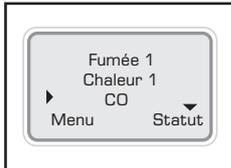

Fig. 47
- Un stimuli pour un Essai Simultané est programmé en déplaçant le curseur sur l'essai voulu à l'aide des touches flèche 'vers le haut' et flèche 'vers le bas'  du clavier, et ensuite en appuyant sur la touche 'Entrer'  pour sélectionner cet essai (Fig. 46). Il apparaîtra avec à côté un numéro de désignation sur l'écran LCD. Après le premier (qui sera désigné '1'), sélectionnez de la même manière le second stimuli et appuyez sur la touche 'Entrer'  une seconde fois et son numéro de désignation deviendra aussi '1'. Ajoutez le troisième stimuli de la même manière si nécessaire en appuyant à nouveau sur la touche 'Entrer'  jusqu'à ce que '1' soit affiché à côté de ce stimuli. A la fin, tous les stimuli requis devront avoir à côté d'eux désignation '1'. Le voyant LED 'Type d'essai' s'allumera en alternant les couleurs en fonction des stimuli choisis (pour des informations sur ces couleurs, voir la Section 5.13 de ce manuel). La Fig. 47 illustre la procédure pour un Essai Simultaé (dans cette exemple, pour 'Fumée' et 'Chaleur' en même temps).
- Pour cycler entre les différents essais dans un Essai Séquentiel, Testifire doit être un peu abaissé pendant au moins 2 secondes, mais pas plus de 10 secondes (rétablissement du faisceau infrarouge) pour qu'il puisse passer à l'essai suivant (voir Fig. 47[3]). Exemple: Pour un essai 'Fumée' suivi par un essai 'Chaleur' et ensuite par un essai 'CO', Testifire est soulevé au dessus du détecteur, le détecteur coupe le faisceau infrarouge et l'essai 'Fumée' commence. L'essai est réussi (ou échoue après l'expiration du temps maximum de Testifire). Abaissez la tête pendant 2 secondes pour que le détecteur s'éloigne du bol et du soufflet, et ensuite soulevez-la à nouveau pour démarrer l'essai 'Chaleur'. Répétez cette procédure pour l'essai 'CO'.